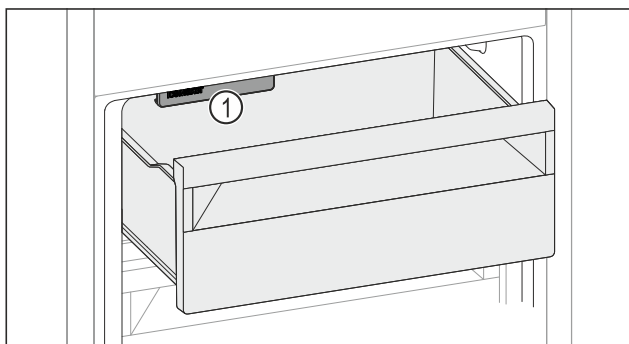

Fig. 168
- ▶ Uwzględnić IceMaker Fig. 168 (1).